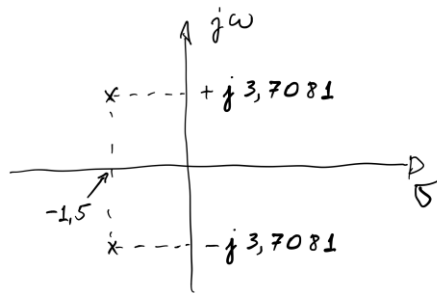

Figura 1. Dois polos no plano s, relativos à Questão 1.
1. A Figura 1 mostra os polos da resposta de um sistema quando a ele é aplicado um impulso. Se a este mesmo sistema for aplicado um degrau, encontre:
- c) Se for o caso, calcule o período de oscilação da onda (T) observada. Se for o caso, calcule também a função envelope exponencial ou o decaimento exponencial.